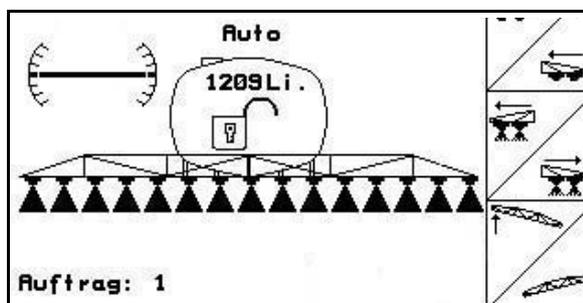

Fig. 98
- Le symbole de la correction d'assiette (Fig. 98/1) affiche la position horizontale de la rampe.